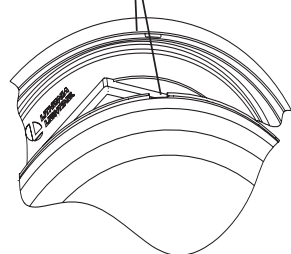

Fig. 3
8. Installez l'assemblage du diffuseur sur l'assemblage de la plaque arrière en alignant les encoches de la bride du diffuseur avec les lances restantes qui se trouvent à l'intérieur de la plaque arrière. Tournez en sens horaire jusqu'à ce que le tout soit bien serré puis fixez le tout avec une vis de calage. **Voir Fig. 3.**
9. Install diffuser assembly to backplate assembly by aligning notches in diffuser flange with retaining lances on inside of backplate. Turn clockwise until tight then secure with set screw. **See Fig. 3.**
9. Instale el conjunto del difusor en el conjunto de la placa posterior alineando las muescas en el reborde del difusor con las lanzas de retención en el interior de la placa posterior. Gire a la derecha hasta ajustar; luego asegure con el tornillo de sujeción. **Consulte la Fig. 3.**